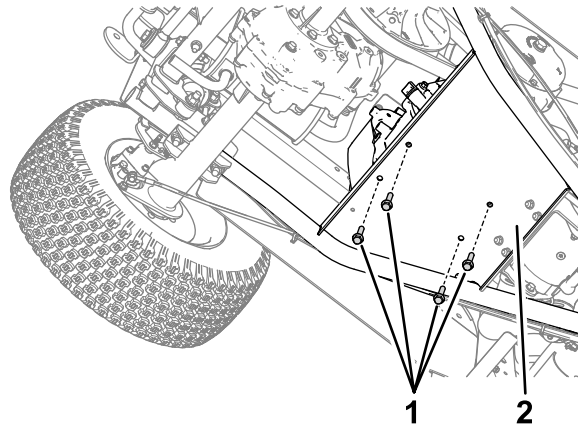

Figura 5
10. Retire los 4 pernos con arandela prensada que sujetan el motor a la plataforma del brazo articulado (Figura 5).